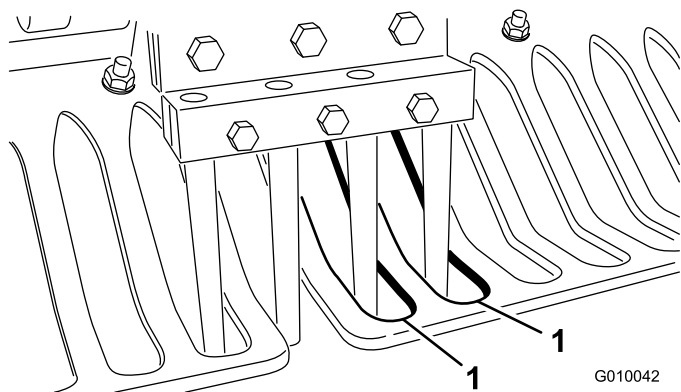

図 26
6. 全部のタインが、ターフ・ガードの隙間の中心に整列していることを確認する（図 26）。必要に応じてターフ・ガードの位置を調整し、ナットで固定する。